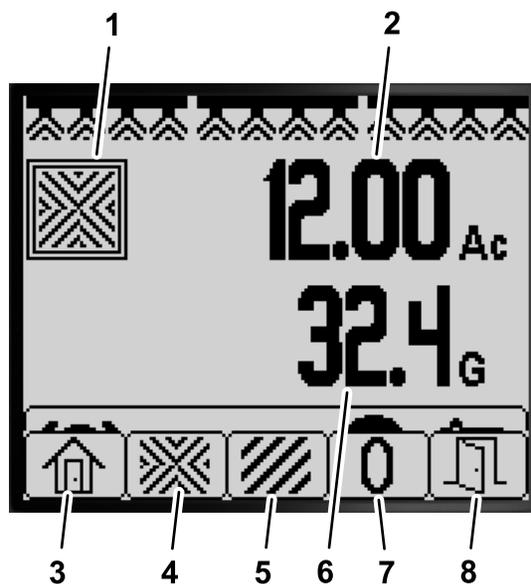

Figure 76
1. Dans l'écran d'accueil, appuyez momentanément de manière prolongée sur un bouton pour ouvrir la barre de menu (Figure 75 et Figure 76).
2. Appuyez sur le bouton 2 pour ouvrir l'écran Superficie totale (Figure 76).
3. Utilisez les boutons de l'InfoCenter (Figure 76) pour effectuer les actions suivantes :